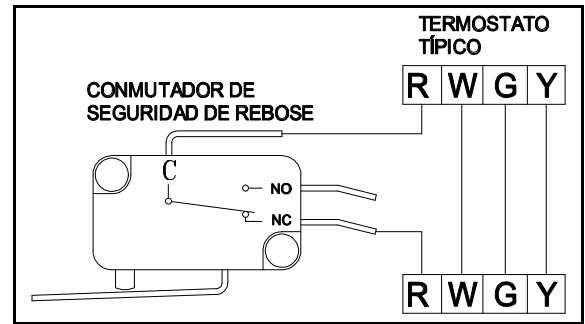

Figura 3
2. Conmutador de seguridad: Si usa el modelo 20+ULS o el 20+ULST, el conmutador de seguridad de rebose se puede conectar en serie al termostato del aparato para apagar la unidad en caso de que falle la bomba. En el caso en que los requisitos de calefacción o refrigeración sean una necesidad, el conmutador de seguridad de rebose puede estar conectado a un circuito de alarma. Consulte la Figura 3 para el cableado. Nota: En la mayoría de los casos, use los contactos generalmente cerrados (NO) cuando los use con un generador o un acondicionador de aire y use los contactos generalmente abiertos (NO) cuando los use para activar una alarma.